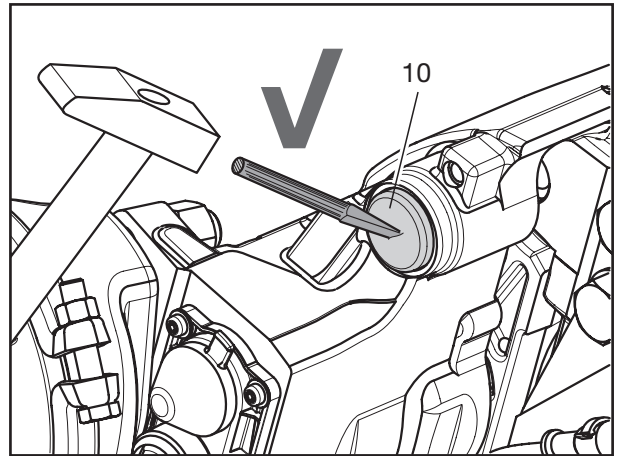

Fig. 1
- [3] Festlager-Stahldeckel (10) mit einem geeigneten Werkzeug, z.B. Schraubendreher, mittig (Fig. 1) durchschlagen. Dabei können sich die Deckel nach innen verschieben.
[3] Use a suitable tool, such as a screwdriver, to punch through the middle of the fixed bearing steel covers (10) (Fig. 1). The covers can move inwards in this case.